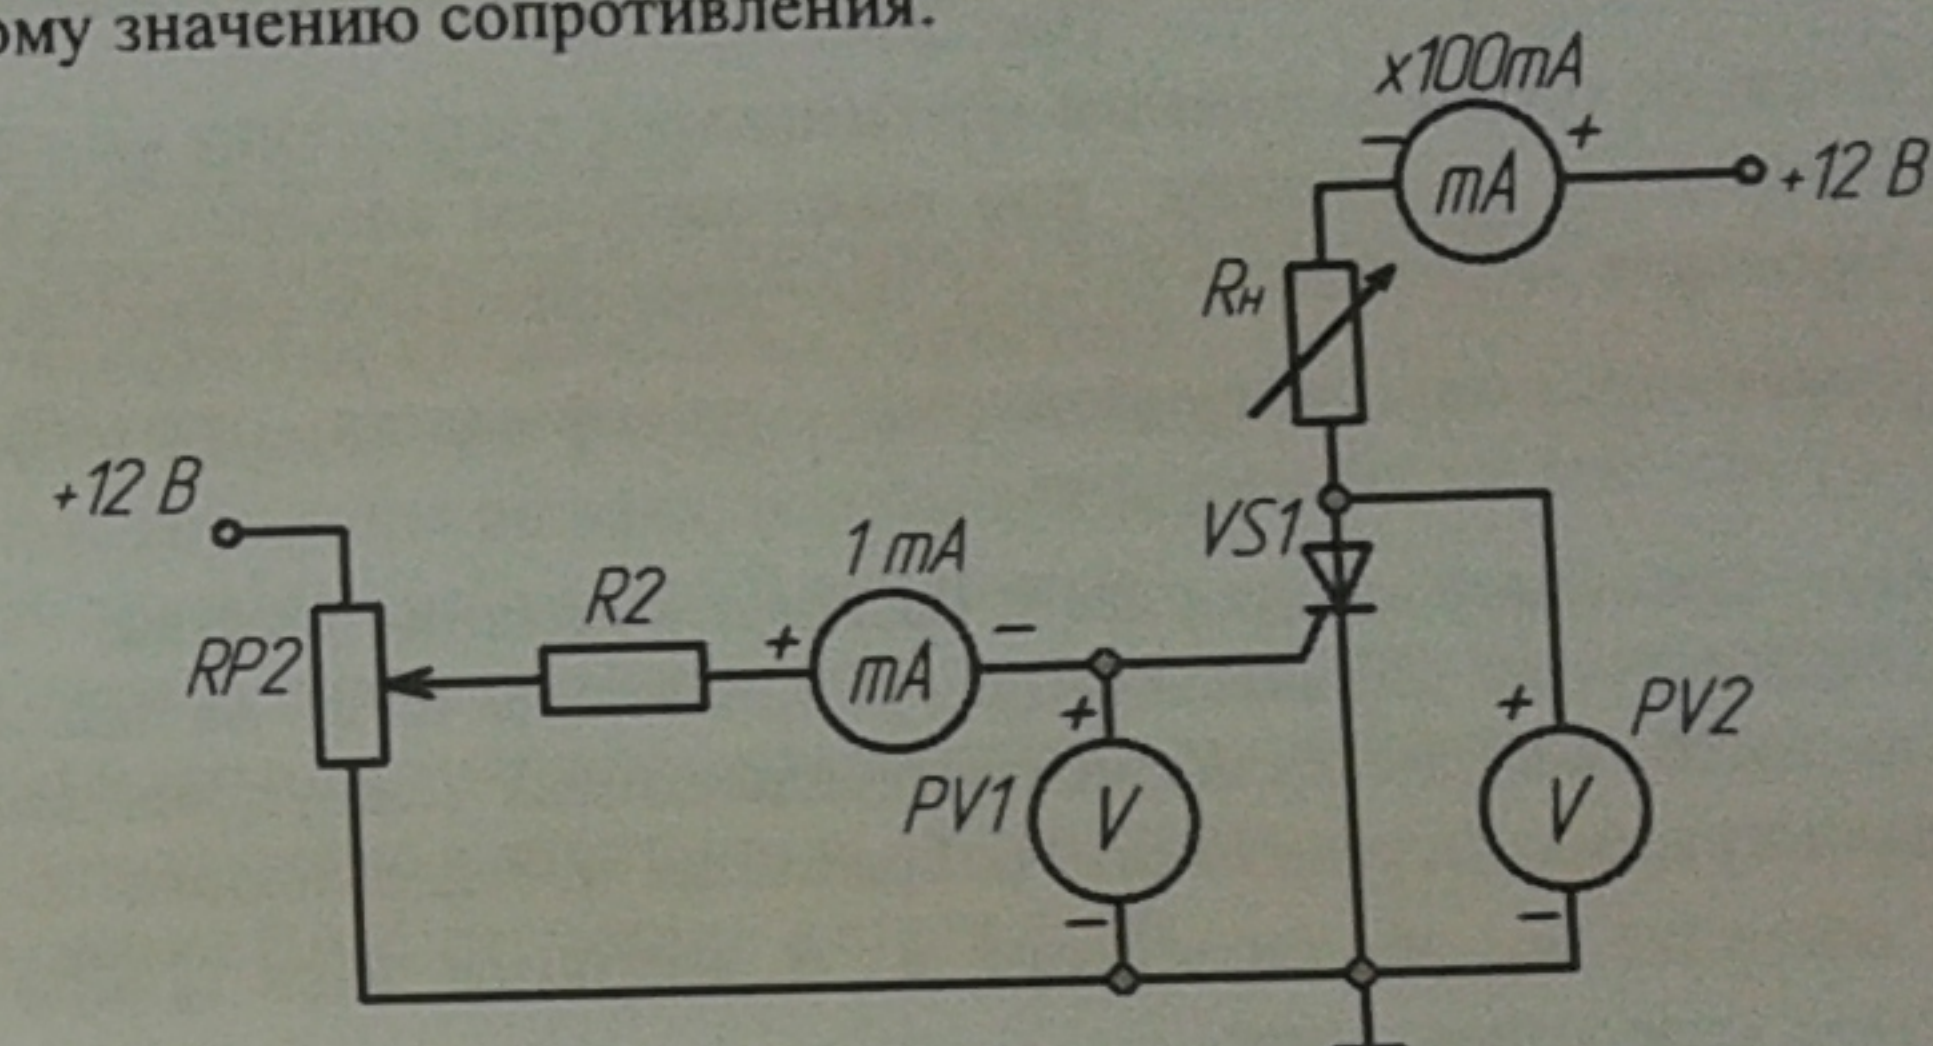

Рис. 1
- собрать схему для исследования тиристора на постоянном токе в соответствии с рис. 1. Регулятор R_n перевести в положение «0», соответствующее минимальному значению сопротивления.